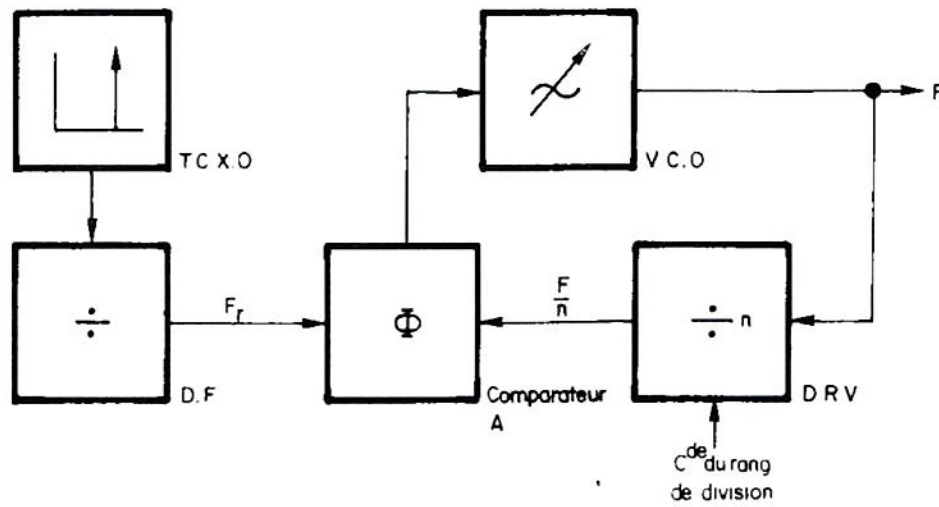

Fig 2-3 Principe de la boucle d'asservissement de phase
2.3.1 - Principe de fonctionnement d'une boucle d'asservissement de phase (fig. 2-3)